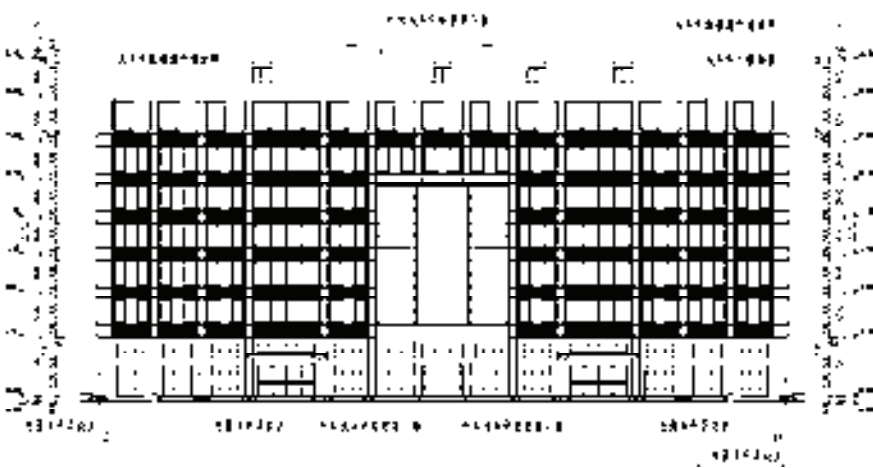

图 15-161 添加尺寸标注
- 4) 调用“逐点标注”命令，分别点取各标注点，完成尺寸标注的添加，结果如图 15-161 所示。